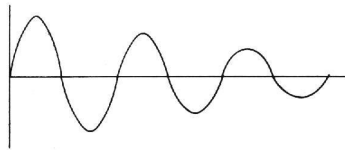

Abb. 143
Hat die Kondensatorladung ihre maximale Amplitude erreicht (3), beginnt wieder ein Spulenstrom zu fließen. Ein neues Magnetfeld baut sich auf, das zum Zeitpunkt 4 dem Magnetfeld zur Zeit 2 genau entgegengesetzt gerichtet ist. Wenn es am stärksten geworden ist (4), bricht es zusammen. Die magnetische Energie wird wieder in elektrische Energie umgewandelt und der Kondensator mit der gleichen Polarität wie in der Zeit von 0 bis 1 aufgeladen. Dieser Vorgang kann sich solange wiederholen, bis durch die ohmschen Widerstände (Verluste) der Spule die gesamte einmal in den Schwingkreis gesteckte Energie aufgebraucht ist. Die entstandene Schwingung ist also nicht von gleicher Amplitude, sondern sie wird nach einigen Perioden ständig kleiner, bis sie schließlich 0 wird. Man spricht deshalb von einer gedämpften Schwingung (Abb. 143). Aus diesem Grund genügt es also nicht, den Schwingkreis nur einmal anzustoßen, sondern er muß im richtigen Augenblick (Zeit 0–1, 4–5 usw.) ständig mit neuer Energie versorgt werden. Nur dann werden die Eigenverluste im Schwingkreis ausgeglichen, und man kann von einem „Schwingen“ der Schaltung sprechen.